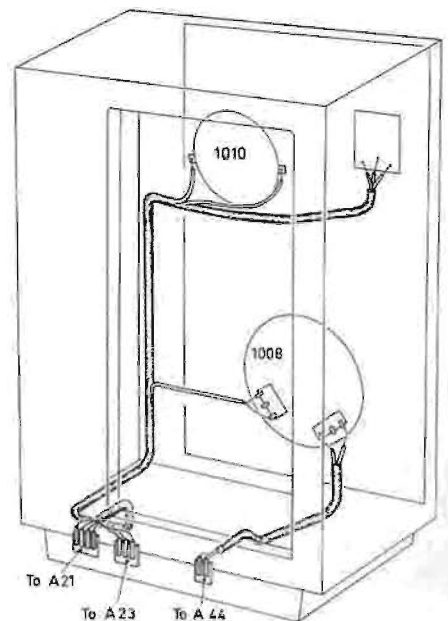

Fig. 1
5. Na reparatie de bedrading goed vastzetten in oorspronkelijke toestand (Fig. 1) en controleren op ritselfen, indien mogelijk.